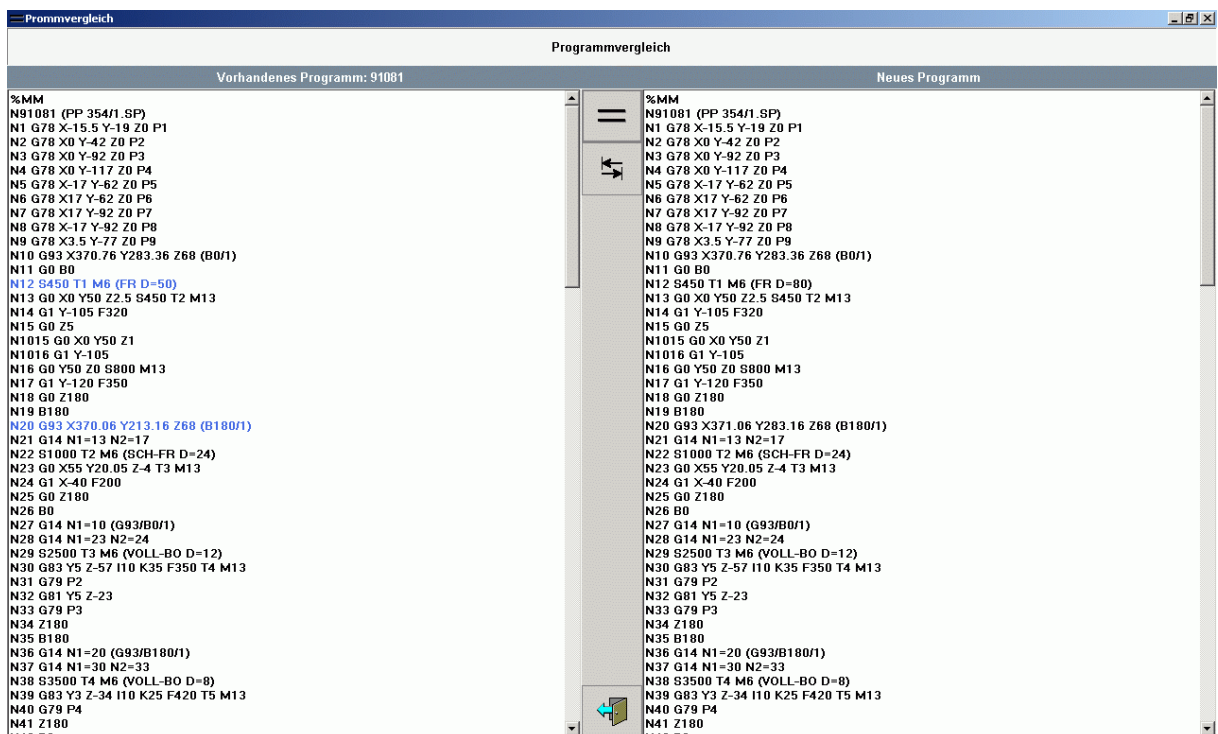

Abbildung 15.3: Programmvergleich
15.6. Sollte das Programm bereits vorhanden sein haben Sie die Möglichkeit das Programm zu ersetzen, klicken Sie hierzu auf ‚Ersetzen‘ oder ein Vergleich durchzuführen, klicken Sie hierzu auf ‚Vergleichen‘ es erscheint nachfolgend Abbildung 15.3.